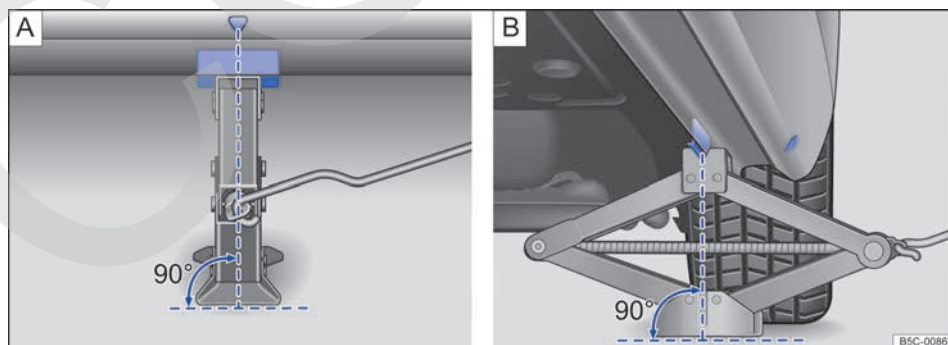

Fig. 239 Gato colocado en el lado izquierdo del vehículo, en la zona trasera.
8. Asegúrese de que toda la base del gato descansa firmemente sobre el suelo y de que se encuentre exactamente debajo del punto de apoyo en vertical → fig. 239 [\[A\]](#) y [\[B\]](#).
9. Centre el gato y siga subiéndolo con la manivela hasta que la garra sujete el refuerzo de debajo del vehículo → fig. 239.
- Coloque el gato solamente en los puntos descritos. La garra del gato deberá sujetar bien el refuerzo del larguero inferior → fig. 239.